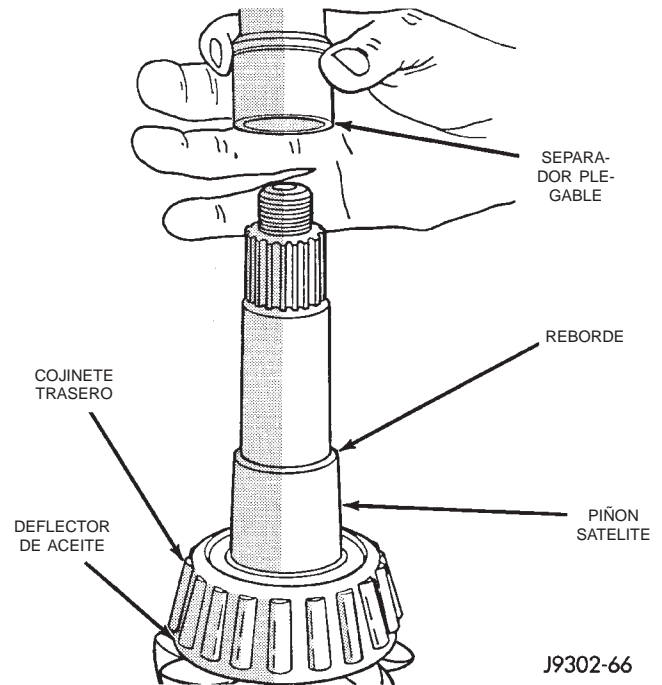

Fig. 49 Separador plegable
(11) Retire el separador plegable de ajuste previo (Fig. 49).